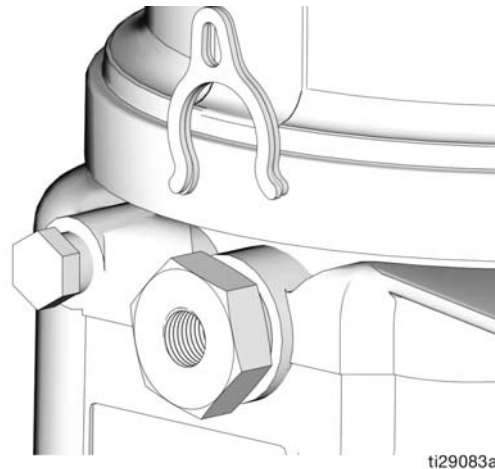

图 20
通过不使用 (0) 垫片、使用 1 或 2 个垫片设置泵容量控制 (图 20)。